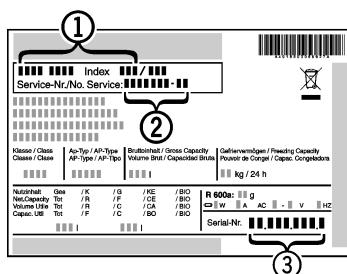

Fig. 16
- ▶ Наименование устройства Fig. 16 (1), сервисный № Fig. 16 (2) и серийный № Fig. 16 (3) считайте с заводской таблички. Заводская табличка находится внутри устройства слева.
- ▶ Обратитесь в сервисную службу и сообщите вид неисправности, наименование устройства Fig. 16 (1), сервисный № Fig. 16 (2) и серийный № Fig. 16 (3).